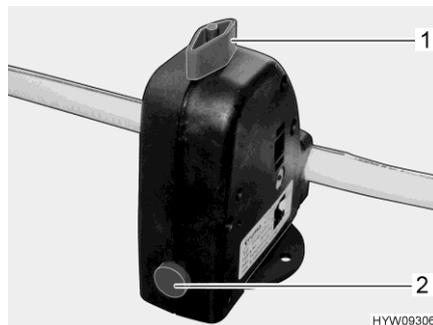

Fig. 156 Valvola di sicurezza/di scarico (boiler)
Il boiler è dotato di una valvola di sicurezza/di scarico (Fig. 156). La valvola di sicurezza/di scarico impedisce che l'acqua congeli nel boiler in presenza di basse temperature esterne, quando il riscaldamento non è acceso.
- Chiudere la valvola di sicurezza/di scarico. A tal fine ruotare la manopola (Fig. 156,1) verticalmente rispetto alla valvola di sicurezza/di scarico e premere verso l'interno il bottone automatico (Fig. 156,2).
- Aprire la valvola di sicurezza/di scarico. A tal fine ruotare la manopola (Fig. 156,1) nel senso della lunghezza della valvola di sicurezza/di scarico. Il bottone automatico (Fig. 156,2) scatta all'infuori. Il boiler viene svuotato verso l'esterno tramite la valvola di sicurezza/di scarico.